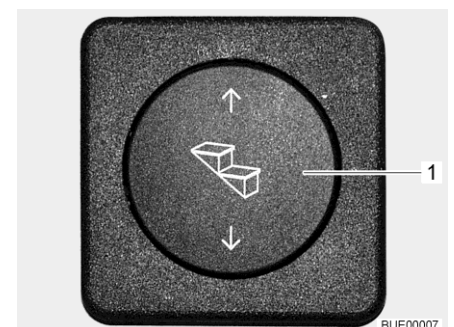

Bild 11 Manöverknapp fotsteg
- Köra ut: ■ Tryck nedtill på vippknappen (Bild 11,1) och håll den intryckt (minst 3 sekunder) tills fotsteget har körts ut helt.
- Köra in: ■ Tryck uppåt på vippknappen (Bild 11,1) tills fotsteget har körts in helt.